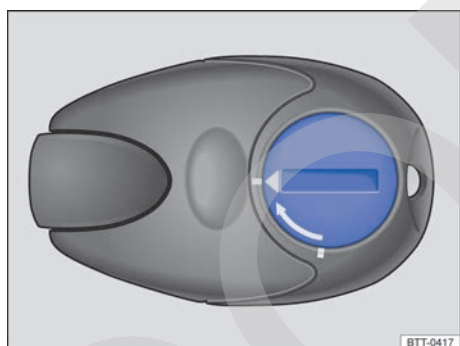

Fig. 109 Calefacción independiente: tapa de la pila del mando a distancia por radiofrecuencia.
- Gire la ranura hasta la marca en el sentido contrario al de la flecha utilizando un objeto plano y sin punta, p. ej., una moneda → fig. 109.